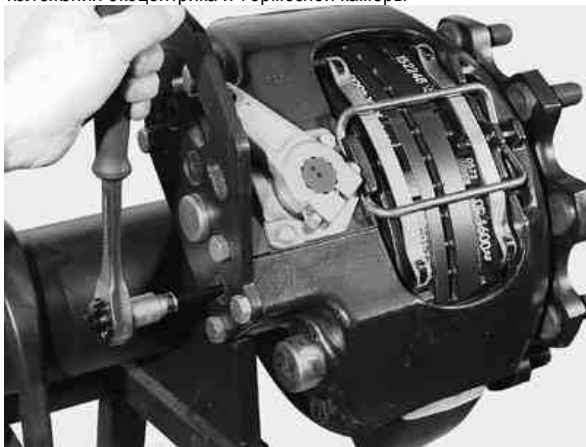

РИС. 13
В общем случае де-регулировка или "обратная настройка" осуществляется при повороте ключа в направлении, при котором слышны щелчки. (Это свидетельствует о нормальной работе ограничителя крутящего момента). Поворот ключа в обратном направлении осуществляется без шумового сопровождения, что свидетельствует о положительном регулировании и уменьшении зазора между тормозной колодкой и ротором (Рис. 13).
4. С помощью 6 мм торцевого ключа осторожно снимите тормоз (Рис. 13 и 14а). **ВНИМАНИЕ:** Изучите раздел 2.5, Ручная настройка.